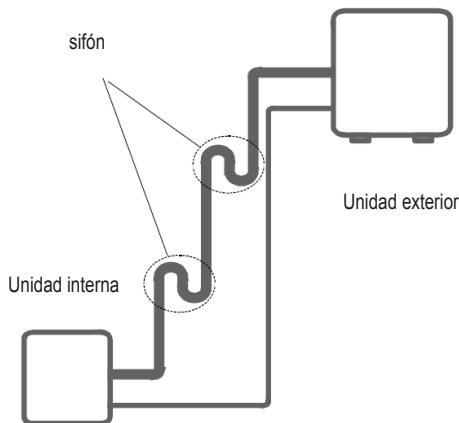

fig. 5 -
**Unidad exterior posicionada arriba y unidad interior abajo "fig. 5 -".**